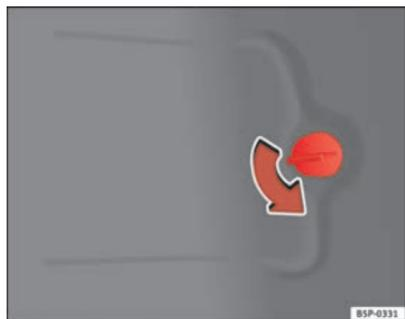

Fig. 187 Luzes na carroçaria
- Abrir a tampa do painel lateral do porta-bagagens ⇒ fig. 187.